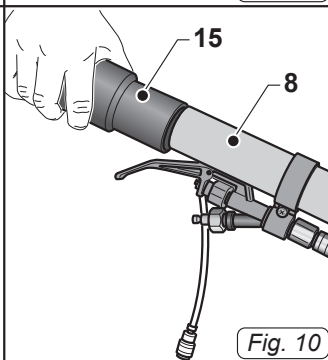

Fig. 10
- Inserire il tubo (8 Fig. 10) nel tubo flessi-
bile (15 Fig. 10).